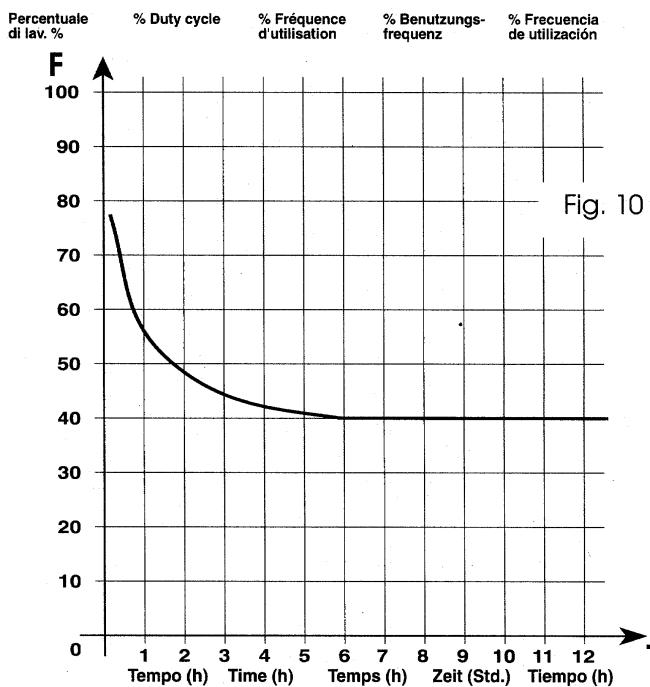

Fig. 10
La courbe (Fig. 10) permet de repérer le temps maximum de travail (T) en fonction de la fréquence d'utilisation (F).
FREQUENZA D' UTILIZZO	vedi Fig. 10